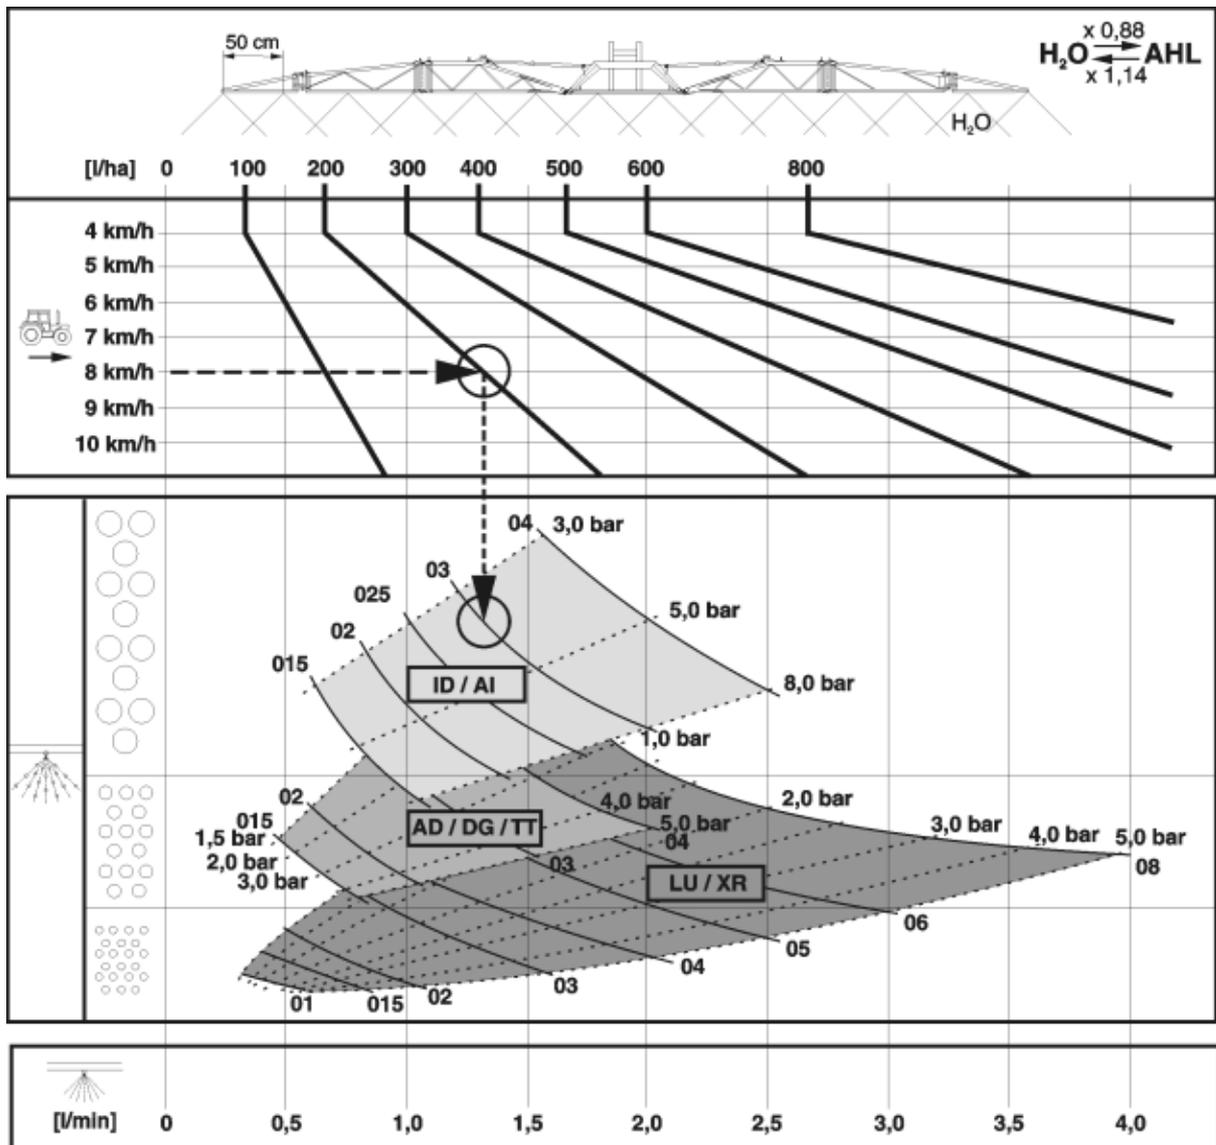

Fig. 94
- Die Fig. 94 dient zur Auswahl des geeigneten Düsentyps. Der Düsentyp wird bestimmt durch